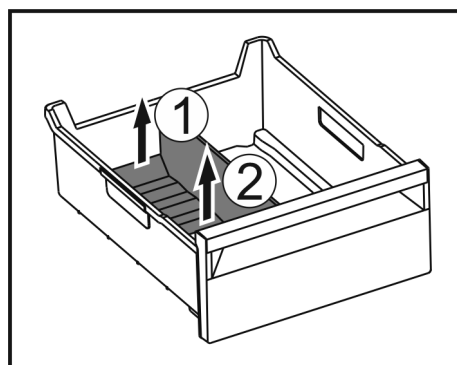

Fig. 223
- Soulever la partie arrière du séparateur de congélateur. Fig. 223 (1)
- Retirer le séparateur de congélateur par le haut. Fig. 223 (2)